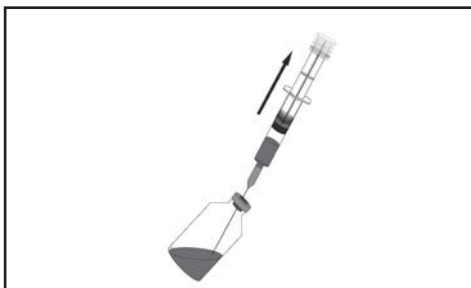

Figura 5a.
- 2.1 Trasferire la quantità richiesta di farmaco dal suo contenitore alla siringa di caricamento aspirando la soluzione nella siringa di caricamento attraverso l'ago sterile collegato (Figura 5a). Lasciare una piccola bolla d'aria nella siringa di caricamento (1 ml o meno) per una migliore miscelazione.